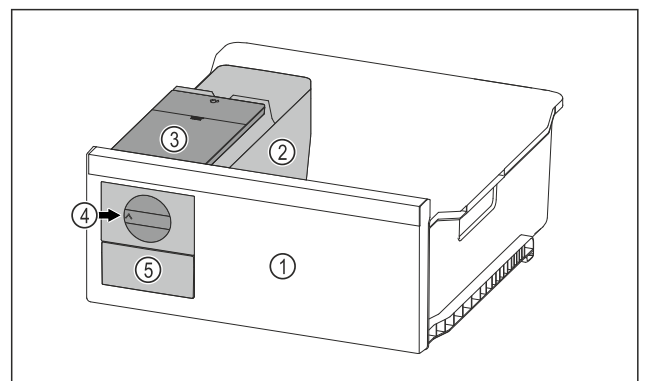

Fig. 74 Voorbeeld
- ▶ Draaiknop Fig. 74 (4) rechtsonder tot aan de aanslag draaien.
- ▷ Ijsblokjes vallen uit de ijsblokjes-schaal in de ijsblokjeslade Fig. 74 (5).